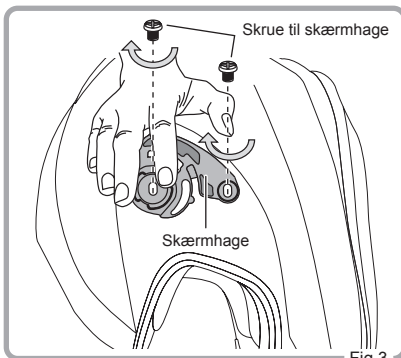

Fig.3
3. Skru begge skærmhageskruer godt fast i urets retning. Gentag samme procedure på de andre skærmhager. Så er skærmhagerne monteret (Fig. 3).